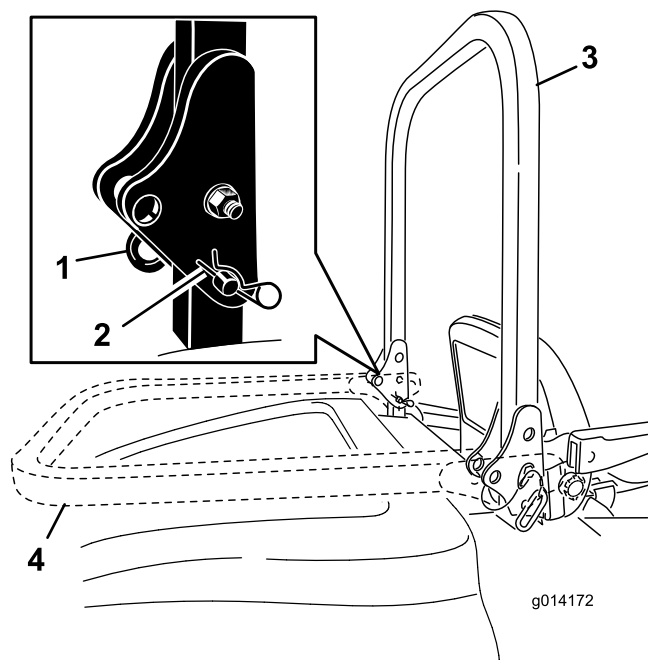

图18
1. 要放低翻车保护杆，请取下发卡销，将翻车保护杆向前推到顶住弹簧，然后卸下 2 个柱销（图18）。
2. 将翻车保护杆放低到向下位置（图18）。
3. 安装 2 个柱销，并用发卡销将其固定（图18）。
4. 要升起翻车保护杆，请取下发卡销，然后卸下 2 个柱销（图18）。
- 将翻车保护杆提升至直立位置，然后安装 2 个柱销，并用发卡销将其固定（图18）。